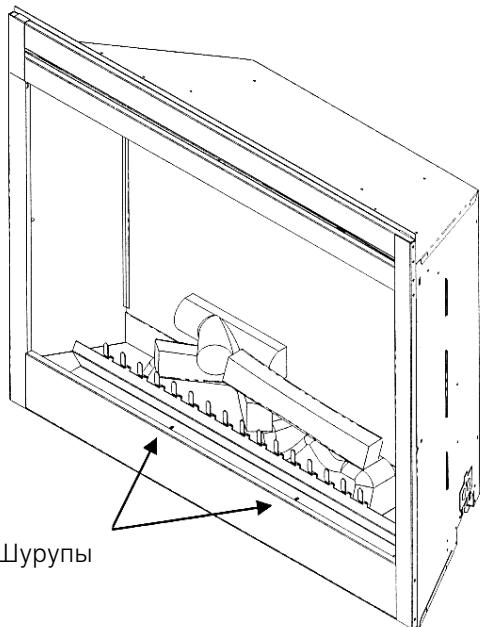

Рис.5
2. Выкрутите два шурупа из кронштейна "поленница", выньте ее (см. рисунок 5).